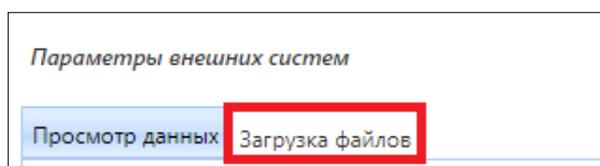
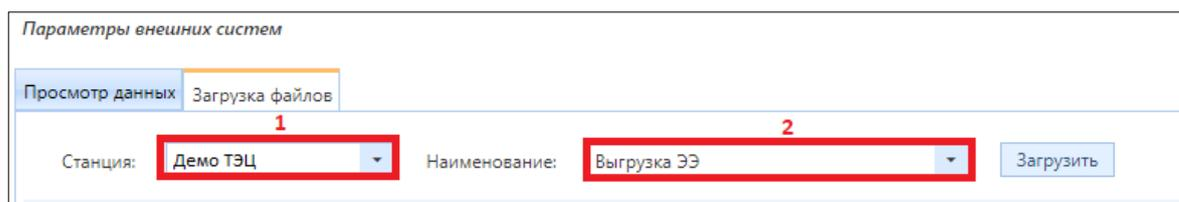

Рисунок 3.6.5 – Переход во вкладку «Загрузка файлов» в подразделе «Параметры внешних систем»
Рисунок 3.6.6 – Выбор станции и шаблона Excel-файла
2. В открывшемся подразделе необходимо перейти во вкладку «Загрузка файлов» (рис. 3.6.5).
3. Во вкладке «Загрузка файлов» (рис. 3.6.5) необходимо указать (1) станцию (рис. 3.6.6) и (2) наименование шаблона (рис. 3.6.6), по которому будут распознаваться данные, загружаемые из файла Excel.